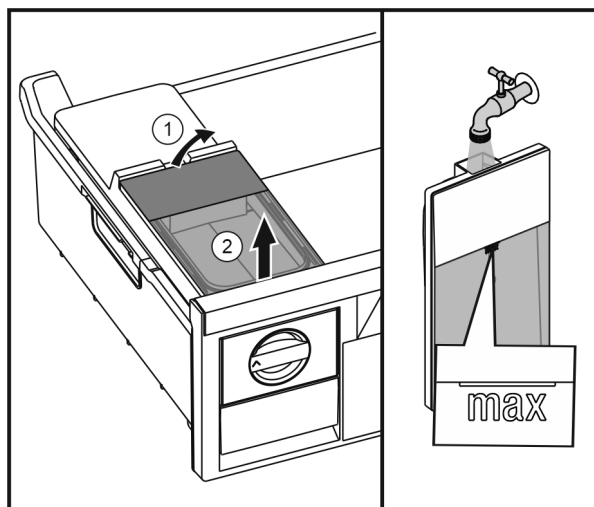

Fig. 31
- ▶ Waterreservoir van achter optillen Fig. 31 (1) en omhoog verwijderen Fig. 31 (2).